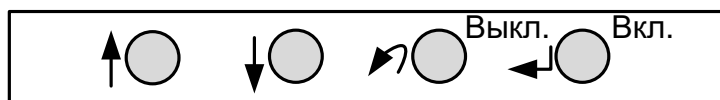

Рис. 4. Кнопочная панель управления
9.2. Для работы с часами используются кнопки (рис. 4):
Для работы с архивами используются кнопки (рис. 4):